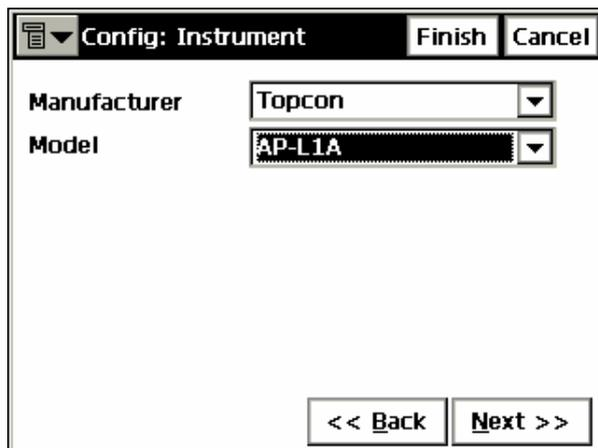

Рисунок 3-47. Настройка: Инструмент
3. В окне **Config: Instrument (Настройка: Инструмент)** введите название фирмы-производителя используемого инструмента, после чего нажмите **Next (След)** (рис. 3-47). Обратите внимание на то, что модель выбранного инструмента должна соответствовать выбранному типу съемки. Для имитации реальной съемки выберите Ручной Режим. В этом режиме прибором не выполняется никаких измерений, и все данные вводятся исполнителем.